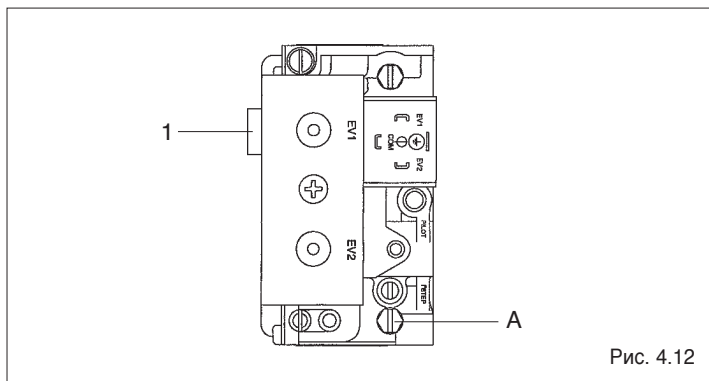

Рис. 4.12
- Выверните на три оборота винт А (Рис. 4.12) на газовом клапане и присоедините манометр;
- Вращайте винт 1 (Рис. 4.12) пока давление на манометре не достигнет табличных значений (смотрите таблицу ниже);
- отключить регулятор давления на газовом клапане, закрутив до упора винт 1 (Рис. 4.12) или винт 2 (Рис. 4.13);
- отвинтите примерно на 3 оборота винт штуцера А (Рис. 4.12) и (Рис. 4.13) присоедините манометр;